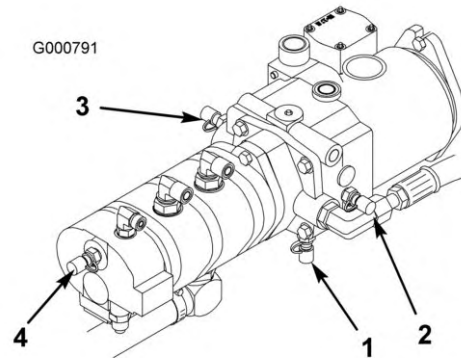

Figura 81
4. El punto de prueba D, ubicado en la parte inferior de la transmisión hidrostática (Figura 81), se utiliza para medir la presión de carga de la transmisión.
5. El punto de prueba E se utiliza para medir la presión de la tracción hacia adelante (Figura 81).
6. El punto de prueba F se utiliza para medir la presión de la tracción hacia atrás (Figura 81).
7. El punto de prueba G se utiliza para medir la presión del circuito de dirección (Figura 81).